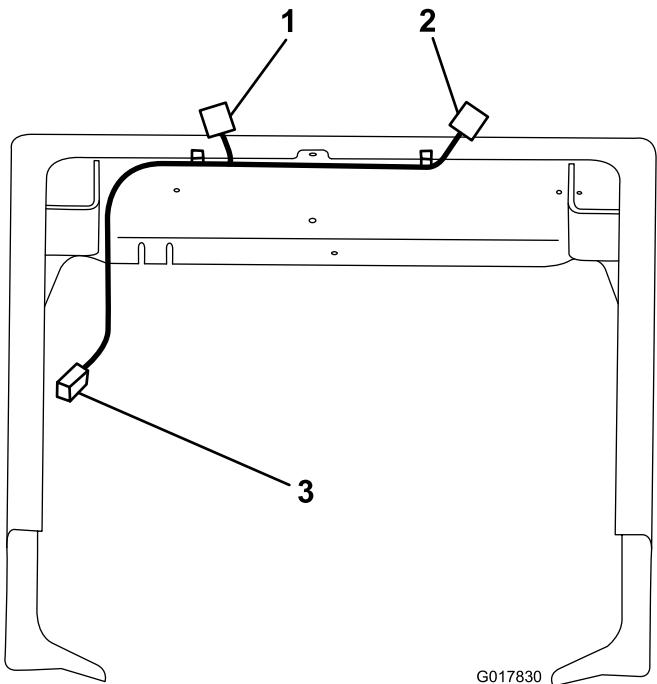

図15
- 後部ハーネスを図15に示すように配置する。平たい4ピンコネクタに来ている長いハーネス(テールライト用)は左側後部のテールライト用である。
- 後部ハーネスを、車体のフレームに固定する; ハーネスに付いているプラスチック製ケーブルタイクリップ2個を使用する(図15)。
- 左右のテールライトコネクタ(平たい4ピン)を、テールライトから来ているそれぞれの相手コネクタに接続する(図15)。
- ハーネスの残りは、既存のハーネスに沿って車体右側を通して車両前方まで引き回す(図15)。
- 車両用のメインハーネスの中から BRAKE AND SIGNAL LIGHT KIT というラベルのついたコネクタを探し出し、これを新しいハーネスの端にあるコネクタに接続する(図15)。
- ワイヤハーネスを、フレームに沿って配線されている既存のメインハーネスにケーブルタイで縛り付ける(図15)。